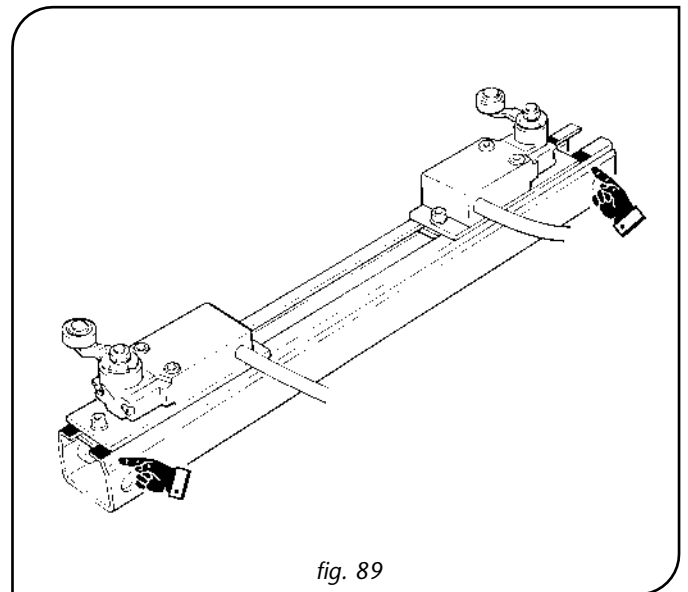

fig. 89
- Les positions "haut" et "bas" sont repérées par une plaque de détection rouge qui ne doit jamais être franchie (fig. 89).